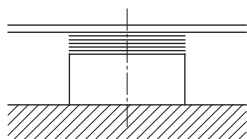
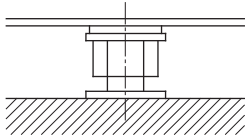

Fig. 6: Kompensatoriai ant pagrindo paviršiaus
Fig. 7: Niveliavimo varžtai ant pagrindo paviršiaus
- Ant kiekvienos kiaurymės varžtui pagrindo paviršiuje uždėti kompensatorius (maždaug 20–25 mm storio) (žr. Fig. 6). Kaip alternatyvą galima naudoti niveliavimo varžtus (žr. Fig. 7).